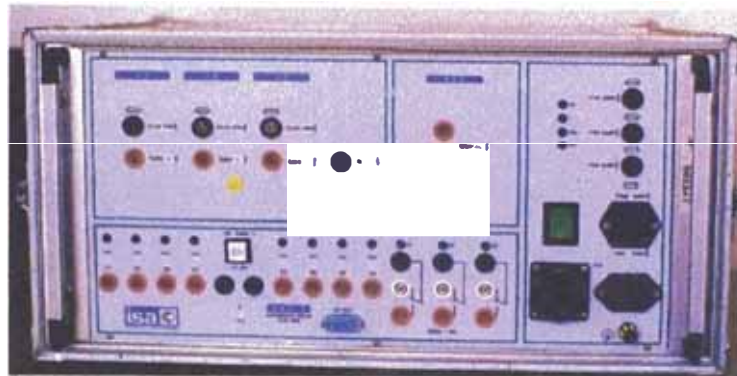

Figura IV.3
4.2.2 Módulo de tensión (Ver figura IV.3)